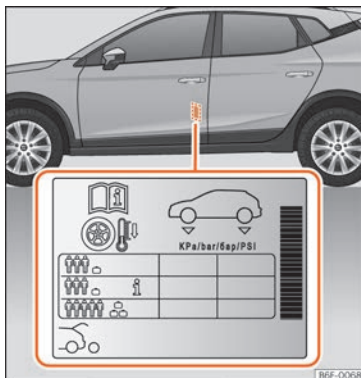

Abb. 288 Einbauort des Aufklebers für den Reifendruck.
- Passen Sie bei größerer Zuladung den Reifendruck entsprechend an »» **Abb. 288**.
Die Angaben zum Reifendruck befinden sich auf einem Aufkleber an der B-Säule der Fahrertür »» **Abb. 288**.
Je nach Fahrzeug kann der Reifendruck auf halbe Last eingestellt werden, um den Fahrkomfort zu verbessern (Reifendruck **i** »» **Abb. 288**). Beim Fahren mit Komfort-Reifendruck kann sich der Kraftstoffverbrauch leicht erhöhen.
Der Reifendruck muss der aktuellen Fahrzeugbelastung angepasst werden. Wenn das Fahrzeug voll beladen werden soll, muss der Reifendruck entsprechend dem auf dem Reifendruck-Aufkleber »» **Abb. 288** angegebenen maximalen Wert erhöht werden.
Füllen Sie bei einem minimierten Notrad (125/70 R16 oder 125/70 R18) auf einen Druck von 4,2 bar, gemäß Angabe auf dem Aufkleber mit den Reifendruckwerten »» **Abb. 288.**
- Der Fahrer ist verantwortlich für den richtigen Reifenfülldruck an allen Reifen am Fahrzeug. Der empfohlene Reifenfülldruck befindet sich auf einem Aufkleber »» **Abb. 288.**
- Immer den richtigen Reifenfülldruck am kalten Reifen einhalten, wie auf dem Aufkleber angegeben »» **Abb. 288.**